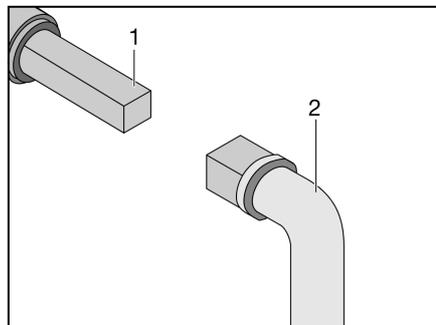

Bild 232 Bedienung Abwasserhahn
- Schlüssel (Bild 232,2) auf Vierkant (Bild 232,1) stecken.